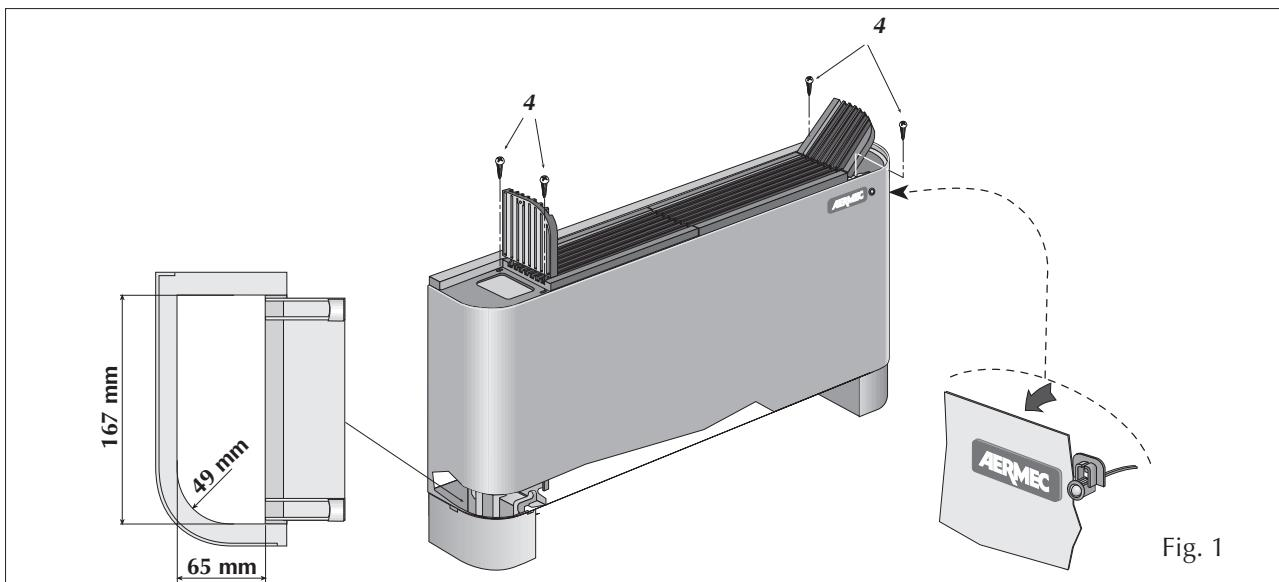

Fig. 1
- aprire i due sportelli ai lati della griglia di mandata, dopo aver rimosso le due viti di bloccaggio (4 fig. 1);
- infilare la sonda SA sul mantello e bloccarla (fig. 1);
- montate l'involucro al ventilconvettore, quindi fissarlo con le 4 viti (4 fig. 1);
- remove the two fixing screws and open the two doors to the sides of the air delivery grille (4 fig. 1);
- insert the sensor SA on the casing and secure (fig. 1);
- mount the fancoil casing and fix by means of the four screws (4 fig. 1);
- Ouvrir les deux volets se trouvant sur les côtés de la grille de refoulement après avoir enlevé les deux vis de blocage (fig. 1).
- Enfiler la sonde SA sur la structure et la bloquer (fig. 1).
- Monter la carrosserie du ventiloconvecteur et la fixer à l'aide des 4 vis (fig. 1).
- die beiden Klappen auf der Seite der Lüftungsgitter öffnen, dazu vorher die beiden Sperrscheiben entfernen (4 Abb. 1);
- den Fühler SA in den Schaft einführen und festspannen (Abb. 1);
- den Mantel an den Gebläsekonvektor montieren und dann mit den 4 Schrauben festspannen (4 Abb. 1);